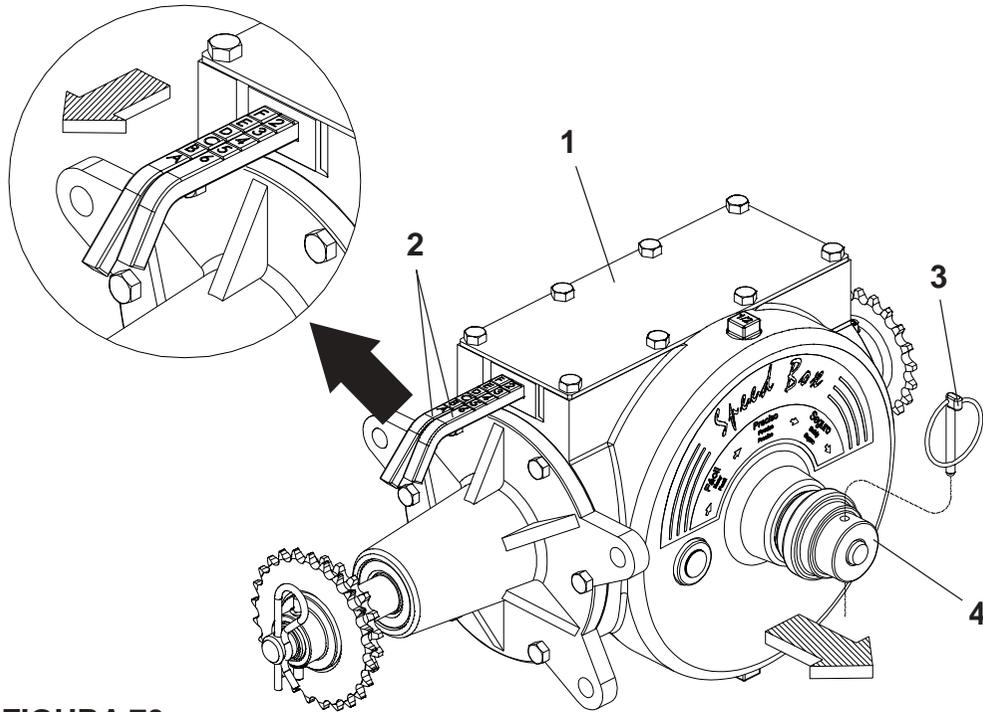

FIGURA 70
## CAIXA DE VELOCIDADES "SPEED BOX" ( FIGURA 70 ) SPA MEGA FLEX 4000 / 4500 / 5000 / 5500
- As semeadoras são equipadas com o sistema de caixa de velocidades ( **Speed Box** ) (1), que aciona o sistema de distribuição com regulagens simples, garantindo troca de rotações rápidas. Para fazer a regulagem de sementes proceda da seguinte forma:
1 - Selecione a quantidade desejada nas tabelas e verifique a combinação correspondente nas alavancas (2). **Exemplo:** Posição **F2** na tabela, indica que a alavanca com letras deve estar na posição "**F**" e a alavanca com números deve estar na posição "**2**", **conforme mostra a figura 70.**